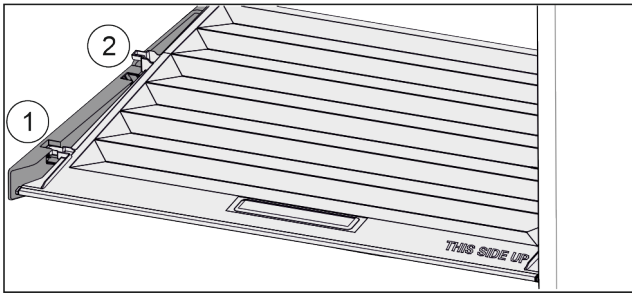

Fig. 135
- ▶ Veko potiahnite dopredu až k otvoru v prídržných dieloch Fig. 135 (1).
- ▶ Vzadu ho nadvihnite zospodu a zložte smerom nahor Fig. 135 (2).